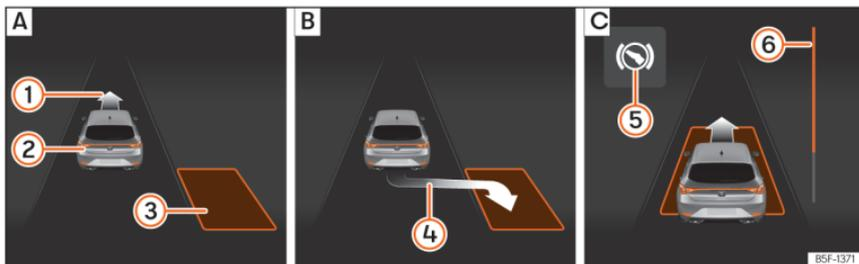
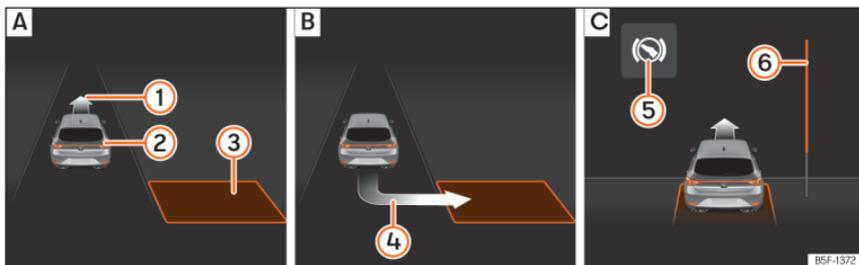

Fig. 202 No ecrã do painel de instrumentos: estacionar em linha. **[A]** Procurar um lugar de estacionamento. **[B]** Posição para estacionar. **[C]** Manobrar.
Fig. 203 No ecrã do painel de instrumentos: estacionar em espinha. **[A]** Procurar um lugar de estacionamento. **[B]** Posição para estacionar. **[C]** Manobrar.
para estacionar »» **Fig. 202 [B]** ou »» **Fig. 203 [B]**. O lugar foi considerado «apropriado» se no ecrã do painel de instrumentos aparecer a indicação de estacionar **④**.
• Retroceda até o sinal contínuo do ParkPilot soar; **OU**: retroceda até aparecer a indicação de marcha à frente no ecrã do painel de instrumentos »» **Fig. 202 [C]** ou »» **Fig. 203 [C]**; **OU**: retroceda até aparecer a mensagem **Park Assist finalizado** no ecrã do painel de instrumentos. A barra de progresso **⑥** indica a distância a percorrer »» **Página 310**.
até centrá-lo no lugar »» **Fig. 202 [C]** ou »» **Fig. 203 [C]**.
»» **Fig. 202 ⑥** e »» **Fig. 203 ⑥** mostra simbolicamente no ecrã do painel de instrumentos a distância relativa que ainda falta percorrer. Quanto maior for a distância, mais cheia está a barra de progresso. Ao circular em marcha à frente, o conteúdo da barra de progresso diminui para cima, e ao circular marcha-atrás, diminui para baixa.